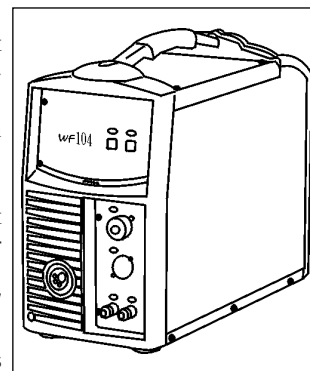

Fig. 5
2.2.1 Trådmattingsanordning WF104 (Fig. 5)